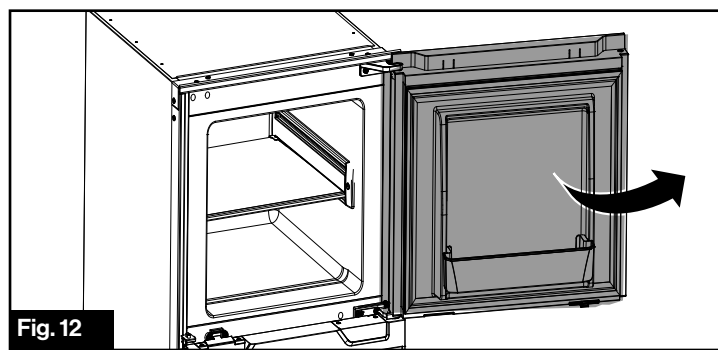

Fig. 12
1. Ouvrez la porte du compartiment. (Fig. 12)